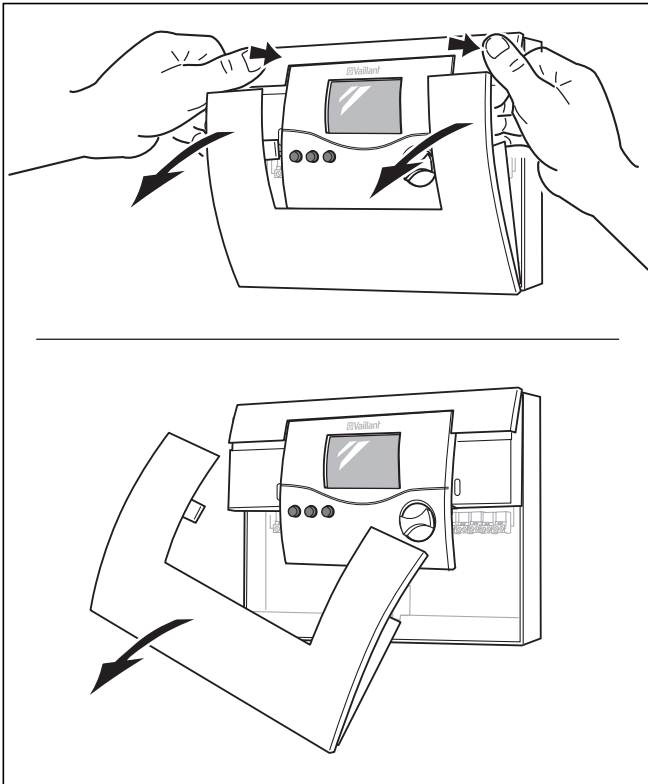

Fig. 4.2 Abrir el armazón del regulador
- Retire la cubierta frontal inferior de la carcasa del regulador tal como se indica en la fig. 4.2.